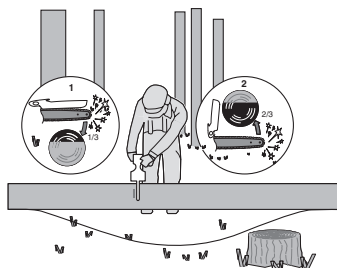

Bild 4
När stocken stöts i båda ändarna, så som visas på bild 4, såga 1/3 diameter från ovsidan (kapning från ovsidan) (1). Gör sen den avslutande kapningen genom kapning från undersidan, från de undre 2/3 (2), för att möta den första sågningen.